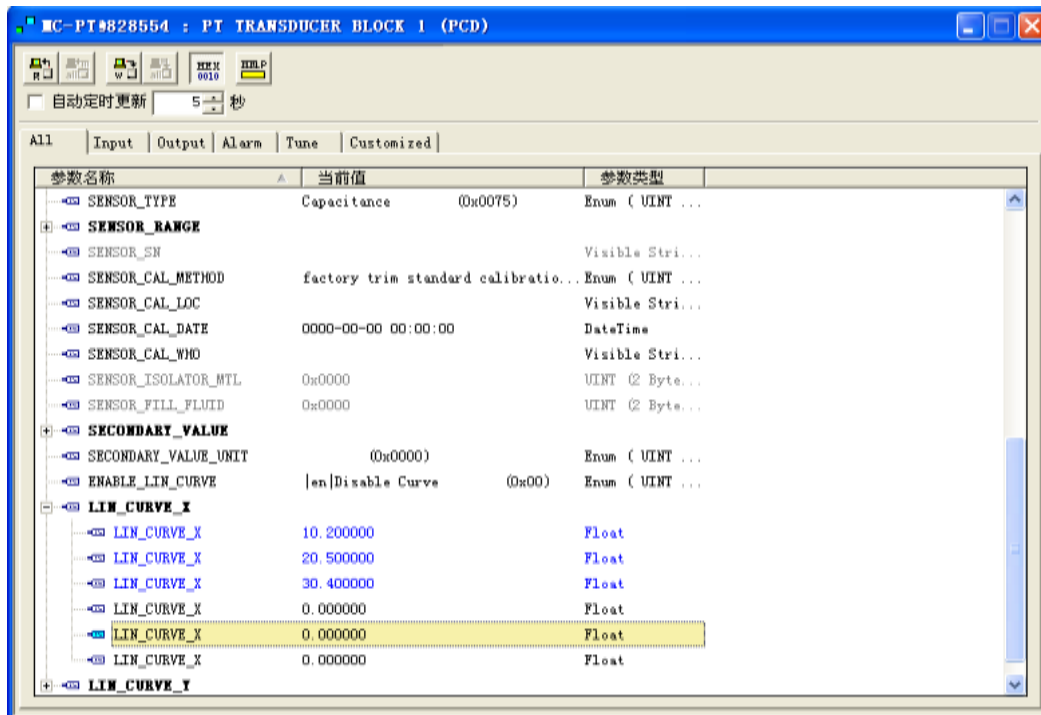

图6.5 参数 LIN_CURVE_X 的配置
- 2) 通过压力源输入标准压力，并在组态软件上打开相应的变换块，分别读取参数 PRIMARY_VALUE 的值，将该值写入 LIN_CURVE_X 数组。例如将读到的 10.2，20.5，30.4 分别写在 LIN_CURVE_X 数组里，如图 6.5 所示。到此校准工作结束。